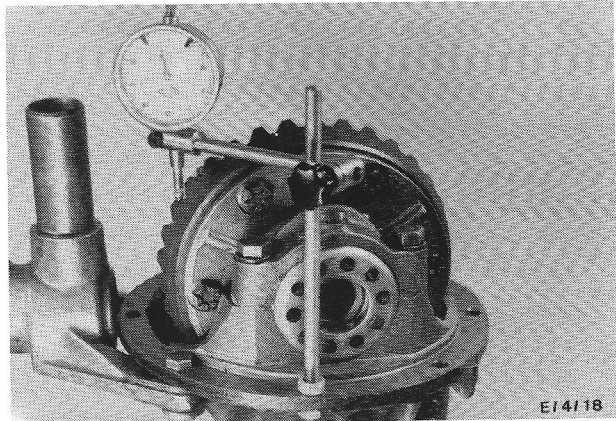

Fig.101 Plaats de stift van de micrometer loodrecht op een tand van het kroonwiel.
23. Bevestig de klokmicrometer 15-046 m.b.v. standaard 15-022 zò op het differentieelhuis dat de stift loodrecht op een tand van het kroonwiel staat; d.w.z. een rechte hoek met de tandflank maakt (fig.101).